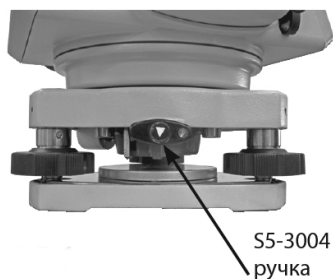

Рис. 6-5-1
- 2) Удерживая трегер одной рукой, поверните ручку S5-3004 на  $180^\circ$  против часовой стрелки и снимите корпус прибора с трегера (как показано на Рис. 6-5-1).